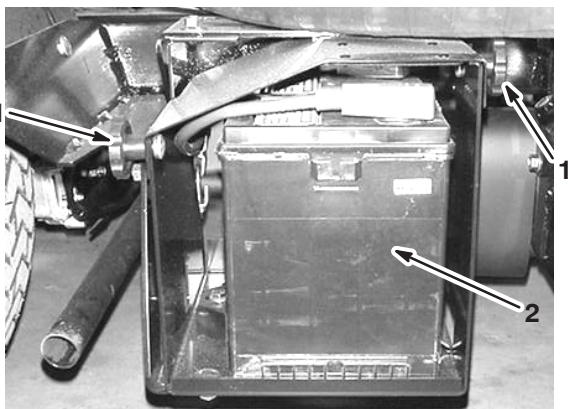

Figure 58
2. Desserrez les boutons sur les côtés du bac de la batterie et déposez le couvercle de la batterie (Fig. 58).
3. Retirez le dispositif de retenue et les fixations de la batterie (Fig. 58).
3. Posez solidement le dispositif de retenue de la batterie avec les fixations retirées précédemment (Fig. 58).
4. Posez le couvercle de la batterie et fixez-le à l'aide des 2 boutons (Fig. 58).
1. Desserrez les boutons sur les côtés du bac de la batterie et déposez le couvercle de la batterie (Fig. 58).